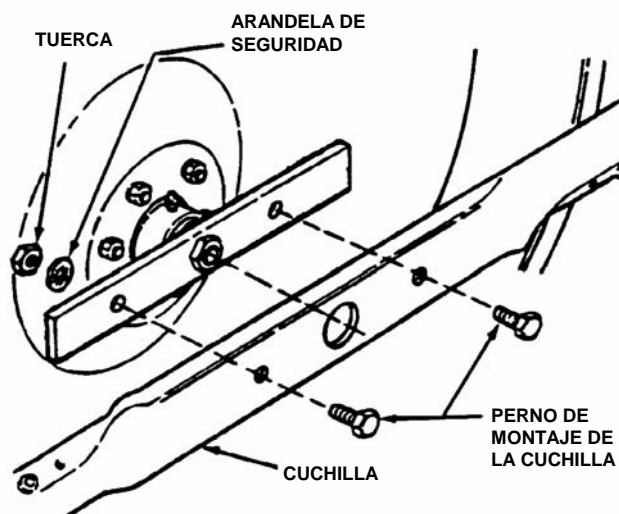

FIGURA 4.11
4. Retire la cuchilla. Vea la figura 4.11.
5. Inspeccione la condición de la cuchilla. Vea la figura 4.11.
8. Vuelva a instalar la cuchilla. Vea la figura 4.11. Apriete los pernos de montaje de la cuchilla al rango recomendado de 40 a 50 N.m.